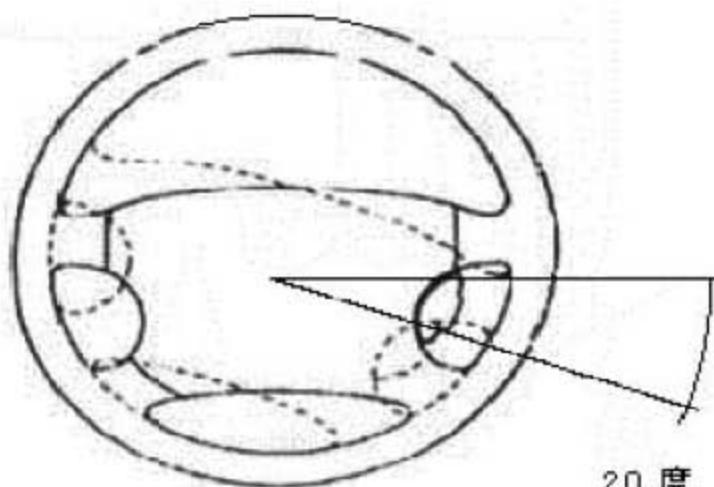

图2-1
- B). 轻摇转向盘，检查转向盘自由行程。如图2-1 所示转向盘最大行程为20°。